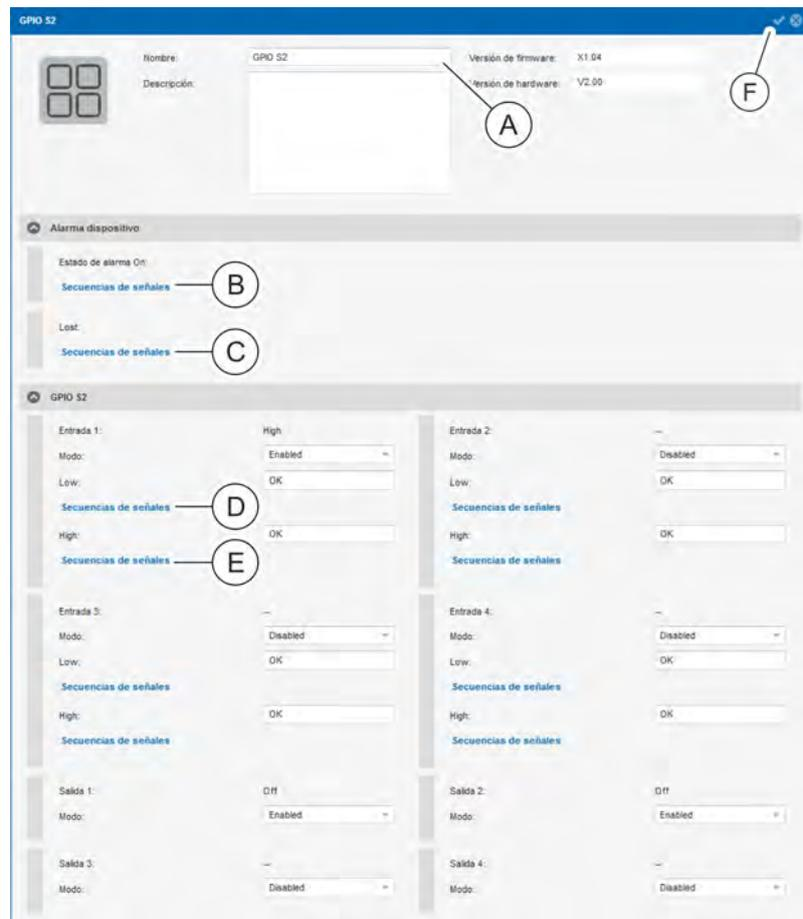

Fig. 130: Menú "Estado" – pestaña "Sensores" (vista detallada)
6. ▶ En caso necesario, cambie el nombre del módulo GPIO seleccionado y añada una descripción (Fig. 130/A).
7. ▶ En caso necesario, asigne una secuencia de señales a la entrada correspondiente a la señal Low con el botón "Secuencias de señales" (Fig. 130/D).
11. ▶ En caso necesario, asigne una secuencia de señales a la entrada correspondiente a la señal High con el botón "Secuencias de señales" (Fig. 130/E) (de forma análoga a los pasos 8–10).
12. ▶ En el campo "Alarma dispositivo", configure una secuencia de señales para "Estado de alarma Lost" y para "Estado de alarma OK" en caso necesario. Para ello, haga clic en el botón "Secuencias de señales" (Fig. 130/Ⓔ o bien Ⓒ).
14. ▶ Guarde la configuración con el botón "Guardar" (Fig. 130/Ⓔ).